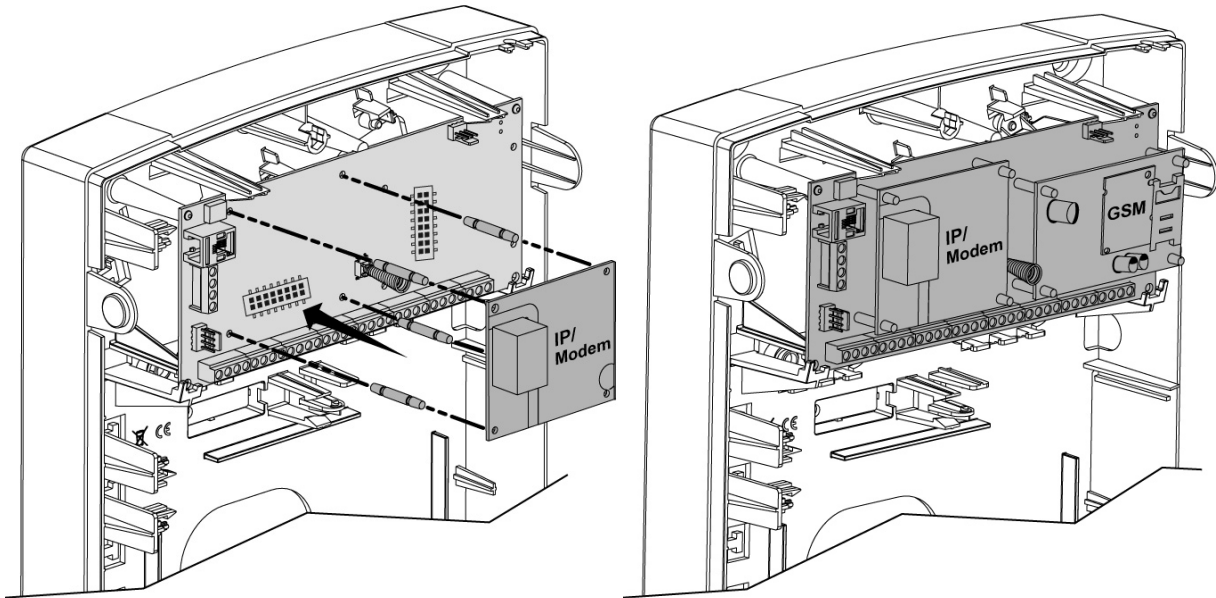

Figura 2-12 Colocación del módem IP
1. Coloque el módem opcional de comunicación IP (montado en sus soportes cilíndricos de colocación) como se ilustra en la Figura 2-12